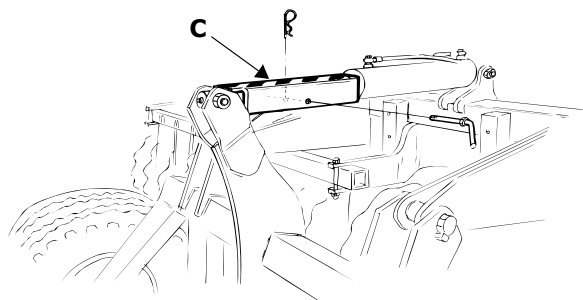

Рис. 1.3
- ! Размеры орудия и его шин рассчитаны на максимальную скорость движения 40 км/ч при транспортировке по дороге. См. раздел *"1.3.1 Будьте осторожны при управлении транспортным средством! Всегда помните о мерах безопасности!"* на стр. 8. Гидравлический цилиндр управления транспортировочными колесами закрепляется для транспортировки по дороге с помощью желтых стопорных скоб. См. "Рис. 1.3".